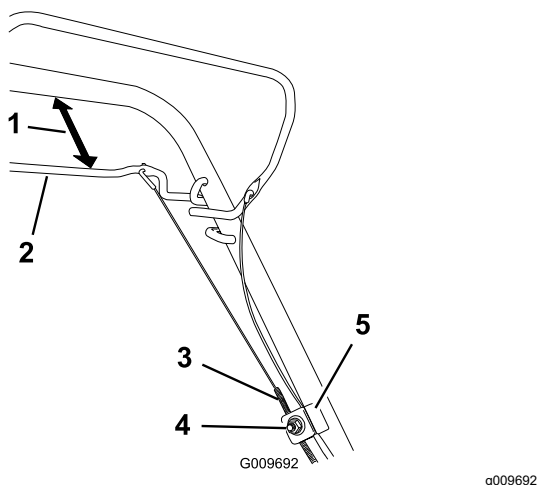

Figure 30
1. Desserrez l'écrou du support de câble (Figure 30).
2. Maintenez la barre de commande d'autopropulsion à 25 à 38 mm (1 à 1½ po) du guidon (Figure 30).
3. Tirez la gaine du câble vers le bas (vers la machine) jusqu'à ce qu'il n'y ait plus de mou dans le câble (Figure 30).